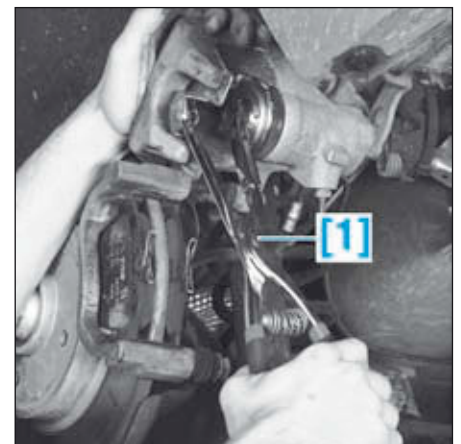

FIG.18
- Repousser le piston au fond de son logement en le faisant tourner, dans le sens horaire, à l'aide de l'outil [1] (Fig.18).